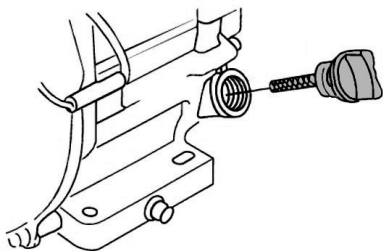

Рис. 21. Крышка-щуп нижней маслосазливной горловины
2. Открутите крышку-щуп нижней маслосазливной горловины и извлеките щуп (Рис. 21).